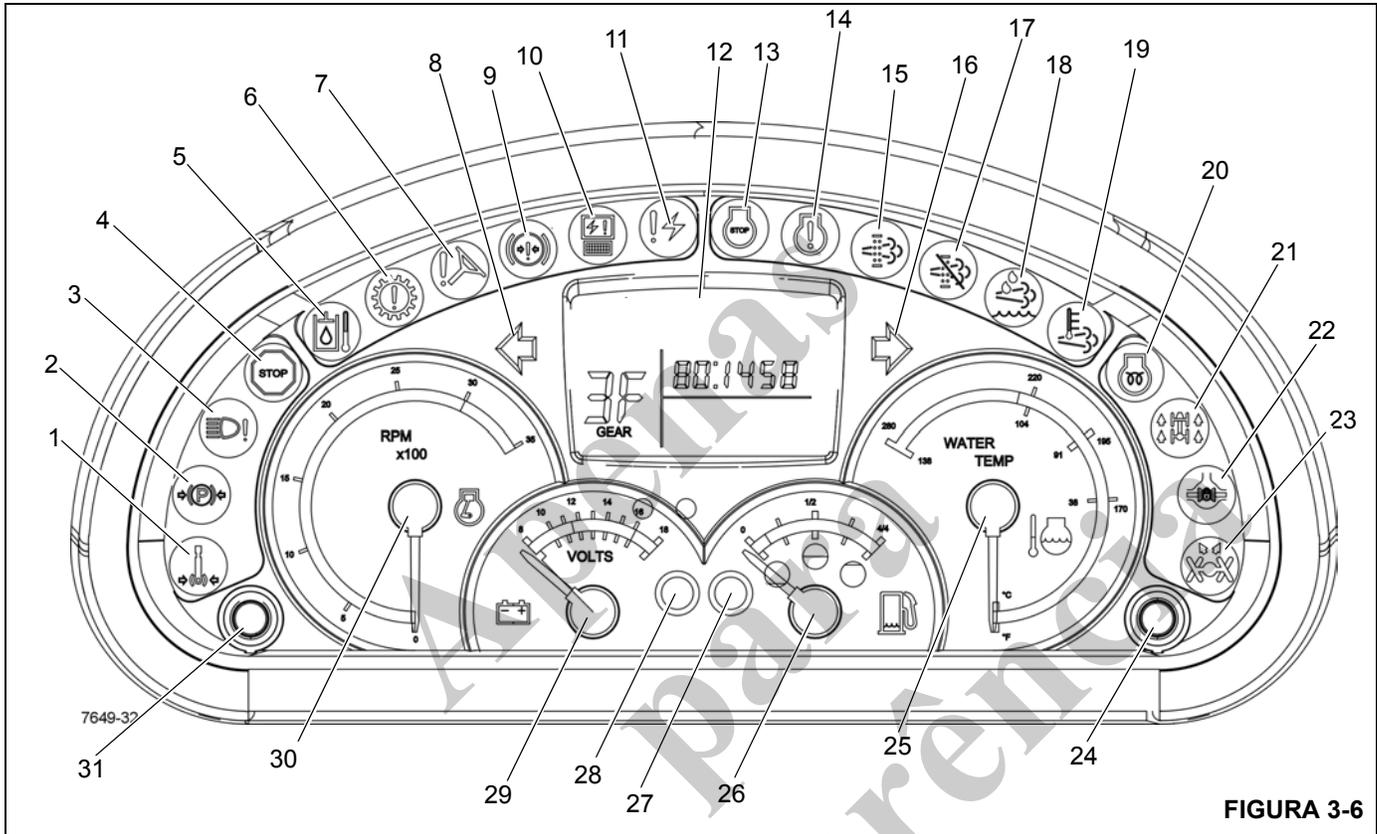

FIGURA 3-6
Números dos itens da Figura 3-6
O indicador do freio de giro acionado (1) (Figura 3-6) localiza-se no mostrador de indicadores da coluna de direção. Ele acende em vermelho quando o freio de giro do motor de giro da plataforma rotativa estiver acionado impedindo a rotação da superestrutura do guindaste.
O indicador do freio de estacionamento acionado (2) (Figura 3-6) localiza-se no mostrador de indicadores da coluna de direção. Ele acende em cor vermelha quando o freio de estacionamento for acionado.
O indicador de defeito nos faróis (3) (Figura 3-6) localiza-se no mostrador de indicadores da coluna de direção. Ele acende em âmbar quando os faróis dianteiros do guindaste estiverem defeituosos.
O indicador de parada de emergência (4) (Figura 3-6) localiza-se no mostrador de indicadores da coluna de direção. Ele acende em vermelho quando a chave de parada de emergência for pressionada (consulte *Chave de parada de emergência*, página 3-19) e uma campainha de aviso é acionada.
O indicador de temperatura do óleo hidráulico alta (5) (Figura 3-6) localiza-se no mostrador de indicadores da coluna de direção. Ele acende em vermelho quando a temperatura do óleo hidráulico ultrapassa 93°C (200°F); uma campainha de atenção também é acionada. Quando este indicador acender, apoie a carga o mais rápido possível, desligue o motor e tente identificar a causa da alta temperatura do óleo hidráulico.
O indicador de atenção da transmissão (6) (Figura 3-6) localiza-se no mostrador de indicadores da coluna de direção. Ele acende em vermelho quando a temperatura do óleo da transmissão estiver alta. Uma campainha de atenção também soará.
O indicador de baixa pressão da direção (7) (Figura 3-6) localiza-se no mostrador de indicadores da coluna de direção. Ele se ilumina com a cor vermelha quando a pressão hidráulica está baixa. Uma campainha de atenção também soará.
O indicador da sinaleira direcional esquerda (8) (Figura 3-6) localiza-se no mostrador de indicadores da coluna de direção. É uma luz em forma de seta verde que pisca quando a alavanca da sinaleira direcional é empurrada para baixo ou a chave das luzes de PERIGO é posicionado em ON (Ligada).
O indicador de pressão do freio baixa (9) (Figura 3-6) localiza-se no mostrador de indicadores da coluna de direção. Ele acende em vermelho quando a pressão na válvula de carga do acumulador duplo cai abaixo dos requisitos normais de operação. Uma campainha de atenção também soará.
O indicador do módulo eletrônico (10) (Figura 3-6) localiza-se no mostrador de indicadores da coluna de direção. Se qualquer dos módulos eletrônicos estiver off-line e sem comunicação com o sistema, o indicador acende em vermelho.
O indicador de diagnóstico do sistema eletrônico (11) (Figura 3-6) localiza-se no mostrador de indicadores da coluna de direção. O indicador é uma luz vermelha usada para detecção e resolução de problemas do sistema do barramento CAN.
O mostrador de LCD (12) (Figura 3-6) localiza-se no mostrador de indicadores da coluna de direção. O mostrador indica a marcha em uso, códigos de falha e a versão do software principal.
O indicador de parada do motor (13) (Figura 3-6) localiza-se no mostrador de indicadores da coluna de direção. Ele acende em vermelho quando um sinal é enviado do ECM do motor. Além disso, uma campainha de atenção também soará.
O indicador de atenção do motor (14) (Figura 3-6) localiza-se no mostrador de indicadores da coluna de direção. Ele acende em âmbar quando um sinal é enviado do ECM do motor.
O indicador do DPF (Filtro de particulado do motor) (15) (Figura 3-6) localiza-se no mostrador de indicadores da coluna de direção. Este indicador acende em âmbar quando o filtro de particulado do motor encher de fuligem e necessitar de limpeza.
O indicador da sinaleira direcional direita (16) (Figura 3-6) localiza-se no mostrador de indicadores da coluna de direção. É uma luz verde em forma de seta que pisca quando a alavanca da sinaleira direcional é empurrada para baixo ou a chave da luz de perigo é ligada.
O indicador de inibição da regeneração (17) (Figura 3-6) localiza-se no mostrador de indicadores da coluna de direção. Quando a chave de regeneração (9) (Figura 3-4) estiver na posição de inibição da regeneração, o indicador âmbar acende e a regeneração ativa e manual é impedida.
O indicador do DEF (Fluido do escape de diesel) (18) (Figura 3-6) localiza-se no mostrador de indicadores da coluna de direção. O indicador possui quatro estágios diferentes que serão acionados pelo sensor do nível de fluido no tanque do DEF:
O indicador de HEST (Temperatura do sistema de escape alta) (19) (Figura 3-6) localiza-se no mostrador de indicadores da coluna de direção.